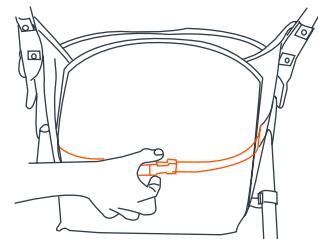
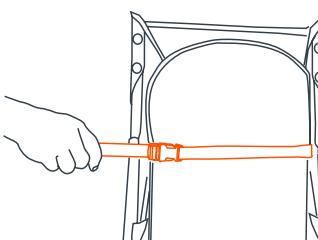

Fig. 15a
Fig. 15b
- 15)** • Le siège est inclinable à plusieurs positions, l'inclinaison est ajustée par une sangle et une boucle derrière le siège (Fig. 15a). Pour incliner le siège, desserrer la sangle et ajuster à l'inclinaison désirée (Fig. 15b). Pour placer le dossier du siège dans une position verticale, appuyer sur l'arrière du siège d'une main tout en tirant sur la sangle avec l'autre. La sangle se verrouille automatiquement.